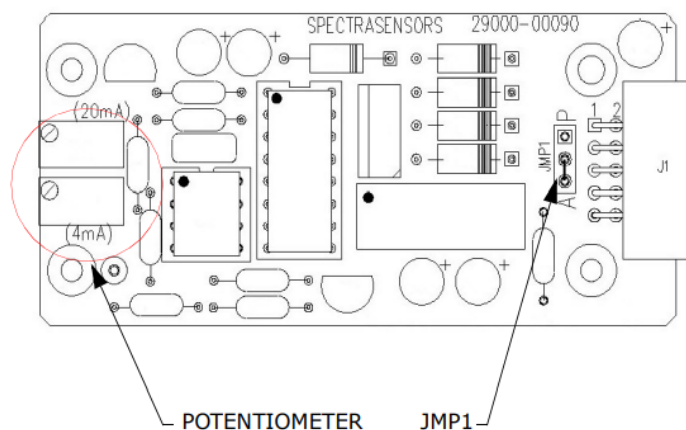

Abbildung 27. Analysator 4...20mA-Karte
4. Brücke (JMP1), in Abbildung 27 unten dargestellt, entfernen und den mittleren Kontakt an Punkt "A" anschließen.